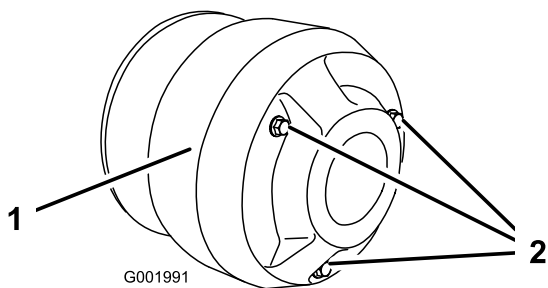

Figura 57
4. Togliete i tre bulloni che fissano il carter della frizione e togliete il carter (Figura 57).